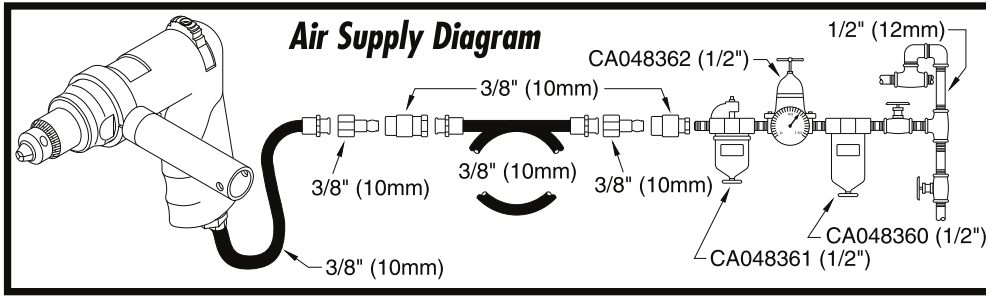

Fig. 01
- Connect device as shown in Fig. 01.
- To operate tool in reverse rotation, push the lever (B) in reverse direction as sign showing.
- To start the machine, pull the trigger (A). Machine speed is increase by increasing pressure on the trigger. Release the trigger to stop.
- Das Gerät wie in Abb. 01 gezeigt anschließen.
- Damit das Gerät in entgegengesetzter Drehrichtung betrieben werden kann, drücken Sie den Hebel (B) gemäß der Kennzeichnung in die entgegengesetzte Richtung.
- Um die Maschine zu starten, muss der Auslöser (A) gezogen werden. Der Druck auf den Abzug bestimmt die Geschwindigkeit des Motors. Um die Maschine zu stoppen, den Auslöser wieder freigeben.